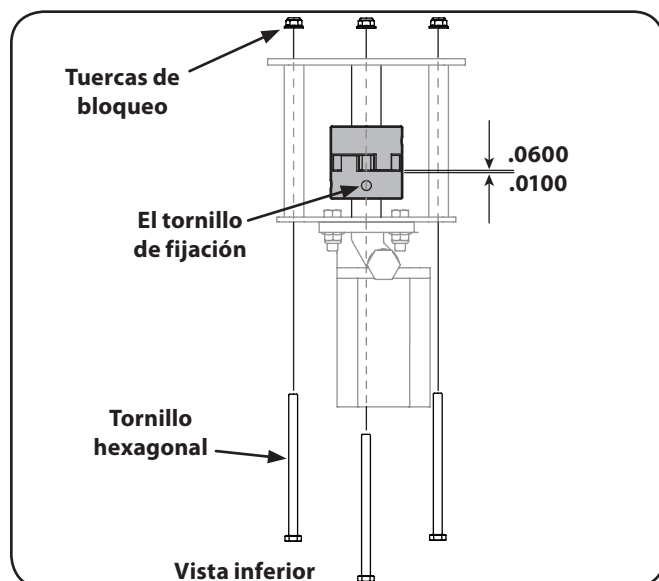

Figura 7-1
2. Retire los tres tuercas de la brida sujeción y los tornillos hexagonales que sujetan la bomba a la pantalla de acoplamiento. Dos tuercas de la brida y tornillos hexagonales se encuentran en las esquinas inferiores y uno está en la parte superior central. Vea la Figura 7-1.
11. Establecer 0.0100 "a 0.0600" de una holgura / entre el nylon "araña" y el motor de la mitad del acoplamiento deslizando un calibrador o una cubierta de nylon entre la caja de cerillas "araña" y la mitad de acoplamiento del motor y moviendo el acoplamiento de la bomba la mitad de necesario. Asegure la mitad del acoplamiento de la bomba con el tornillo de fijación. Vea la Figura 7-1.